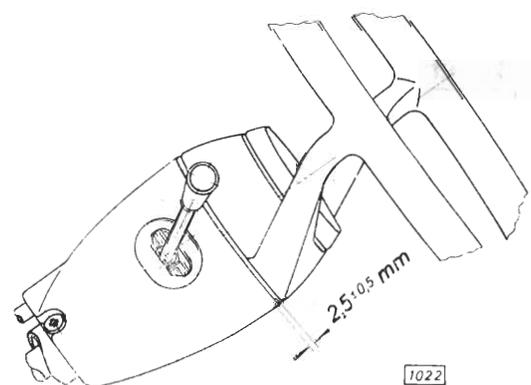

Bild 14 - Abstand zwischen Lenkradnabe und Lenkstützrohrverkleidung
7. Lenkspindel (15/2) so weit nach unten in Lenkspindelflansch (15/4) eindrücken, bis ein Abstand von **2,5 ± 0,5 mm** zwischen Lenkradnabe und Lenkstützrohrverkleidung erreicht wird (Bild 14).